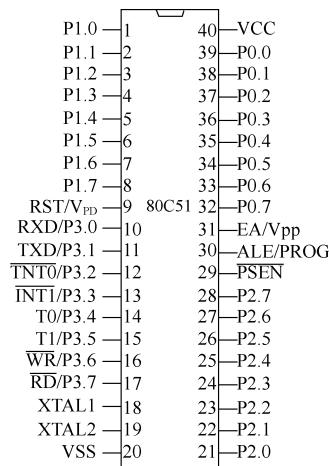

图 1-3 MCS-51 单片机引脚
**并行 I/O 口:** MCS-51 单片机共有 4 个 8 位的 I/O 口 (P0、P1、P2、P3) 以实现数据的输入/输出。具体功能将在后面章节详细论述, MCS-51 单片机引脚如图 1-3 所示。
MCS-51 单片机是标准的 40 引脚双列直插式集成电路芯片，引脚分布请参照图 1-3。